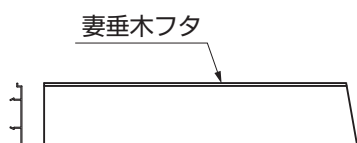
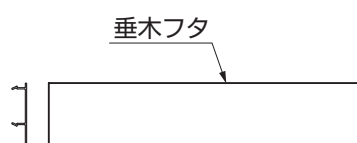

図14-4 端部用
図14-5 中間用
- 垂木フタは端部用と中間用があります。端部には妻垂木フタを取付けてください。(図14-4、図14-5参照)